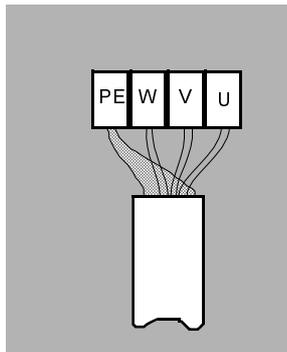

*Figura 6-15* Entrada do cabo de força auxiliar
- Se os cabos de revestimento são usados, descasque o isolamento do cabo na área de empanque. Os coxins condutores da ranhura CEM deve entrar em contacto com a parte descascada do cabo. Veja *Figura 6-15*.